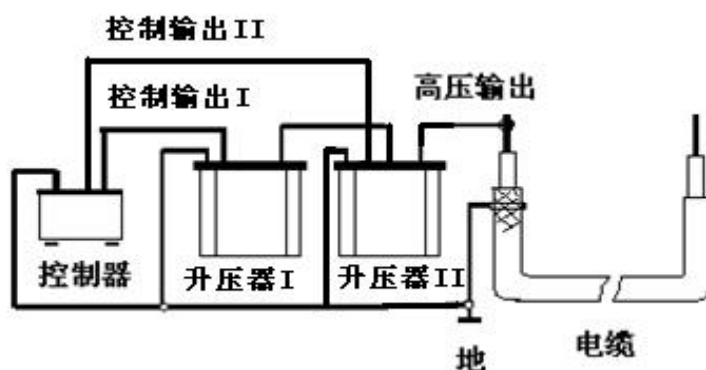

图9 单相测量连线图
6、用随机附带的专用柔性连接电缆将试验设备与试品电缆按图9所示的方法相连接。合上电源，设定好试验频率、时间和电压以及高压侧的过流保护值、过压保护值，然后开始升压试验。升压过程应密切监视高压回路，监听试品电缆是否有异常响声。升至试验电压时，即开始记录试验时间并读取试验电压值。